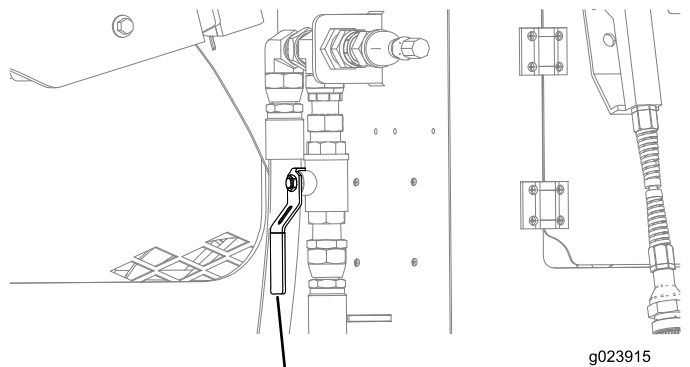

Bild 128
- B. Öffnen Sie das Ventil in der Nähe des hinteren Abteils (Bild 128).